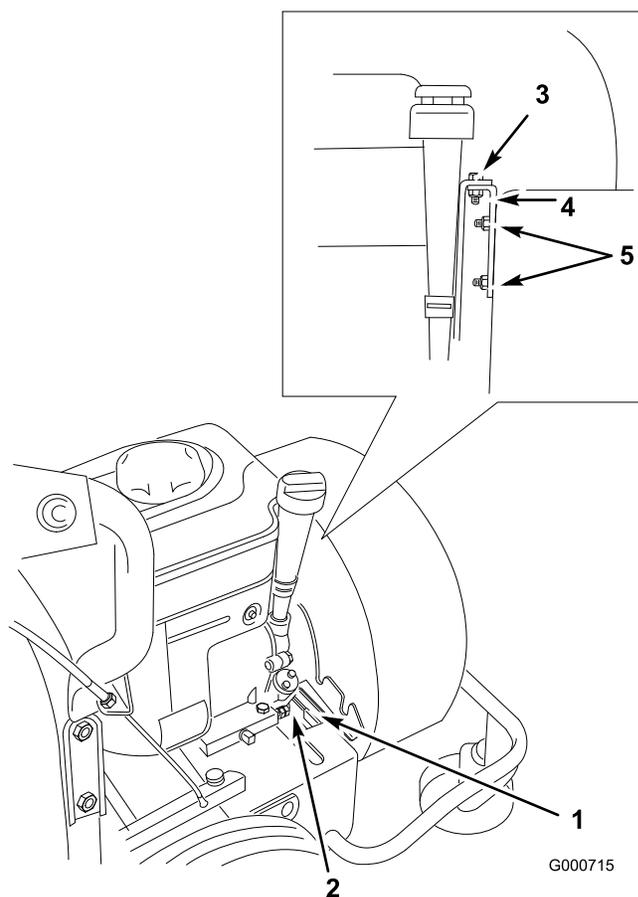

Figure 23
- Réinstallez le carter de souffleur en appuyant le support de fixation inférieur sur le bord avant de la base du moteur (Figure 23).
12. Montez le support du moteur sur les goujons de fixation du carter avec 2 contre-écrous (Figure 23).
13. Fixez le support au support du moteur avec le boulon retiré précédemment (Figure 23).